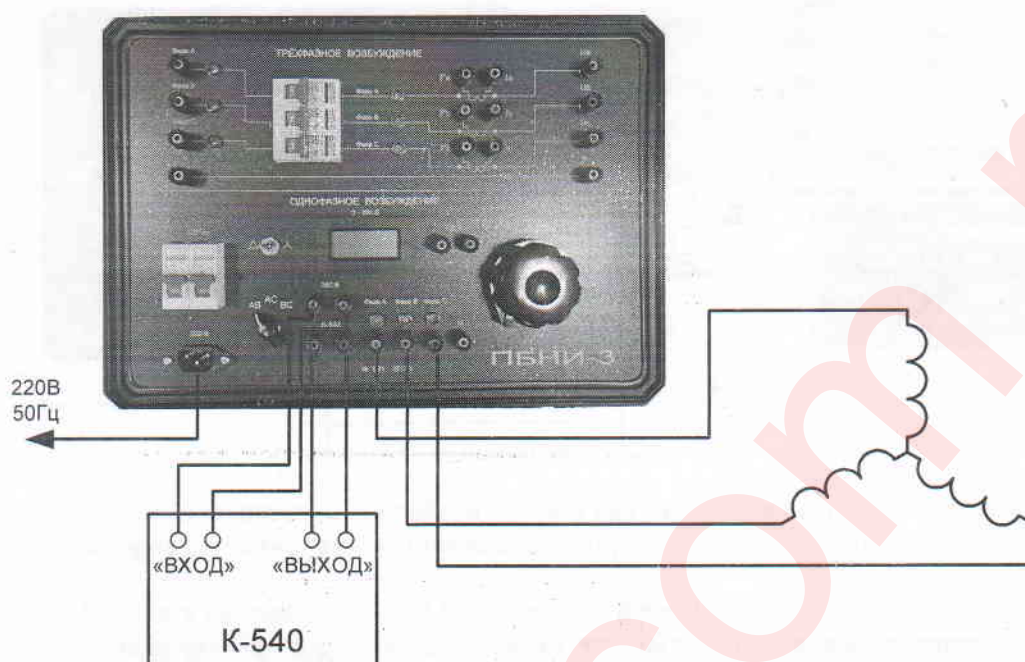

Рис.2. Схема подключения прибора К-540 к ПБНИ-3 для измерения потерь холостого хода силовых трансформаторов при однофазном возбуждении.
Для проведения этих измерений необходимо собрать схему рис.2
6.2.5. Установить тумблер Δ/"Λ" в положение, соответствующее подключенной обмотке испытуемого трансформатора (на рис.2 показано подключение обмотки в виде звезды).